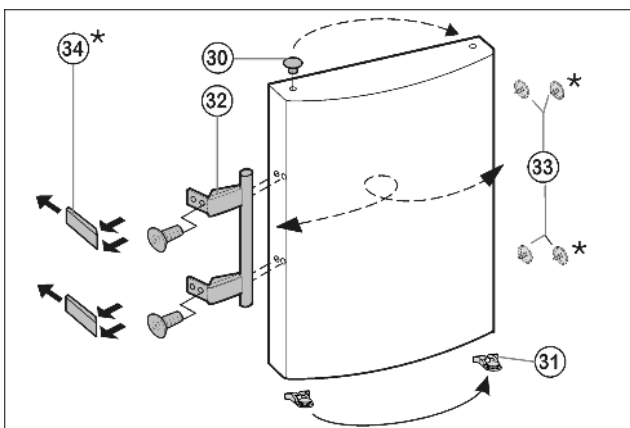

Fig. 8
- ▶ Haal Fig. 8 (30) de stop uit de deurlagerbus en plaats hem om.
- ▶ Demonteer deurgreep Fig. 8 (32), stop Fig. 8 (33) en drukplaten* Fig. 8 (34) en monteer ze aan de tegenoverliggende kant.